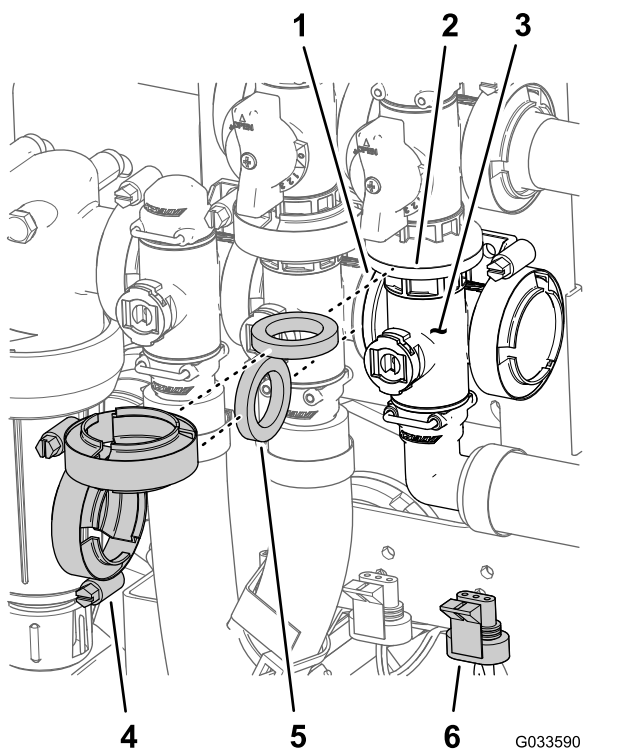

Figura 114
válvula maestra de desvío de los brazos (Figura 114).
2. Monte el distribuidor de la válvula maestra de los brazos, la junta y la válvula maestra de desvío de los brazos con una brida de fijación apretada a mano (Figura 114).
3. Alinee la brida del distribuidor de la válvula maestra, una junta y el distribuidor de la válvula de agitación (Figura 114).
4. Monte el distribuidor de la válvula maestra, la junta y el distribuidor de la válvula de agitación con una brida de fijación y apriete a mano (Figura 114).
7. Monte la válvula de agitación en el soporte de la válvula con el perno con arandela prensada y la contratuerca con arandela prensada (Figura 114) que retiró en el paso 3 de Retirada del distribuidor de la válvula maestra de los brazos \(página 77\), y apriete el perno y la tuerca a 10–12 N·m.